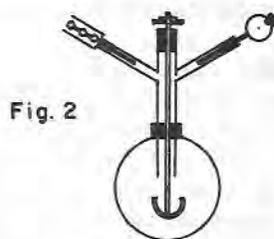

Fig. 2
**NITROBENZOL** — Condição essencial para obtenção de bom rendimento é a íntima e exata mistura dos componentes. A instalação de laboratório, que satisfaz plenamente às necessidades da nitração, é representada na Fig. 2.